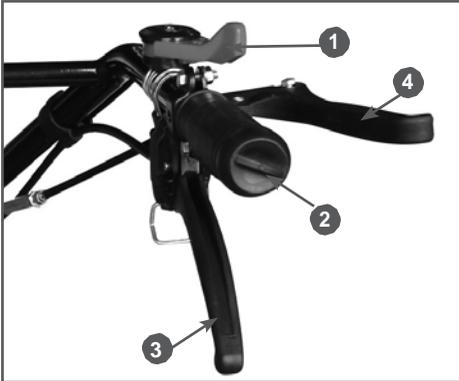

Рис. 14 Правая рабочая рукоятка
3. Рычаг газа 1 (Рис.14) переведите в положение минимальных оборотов двигателя по часовой стрелке.
Рычагом газа 1 (Рис. 14) регулируйте скорость движения.